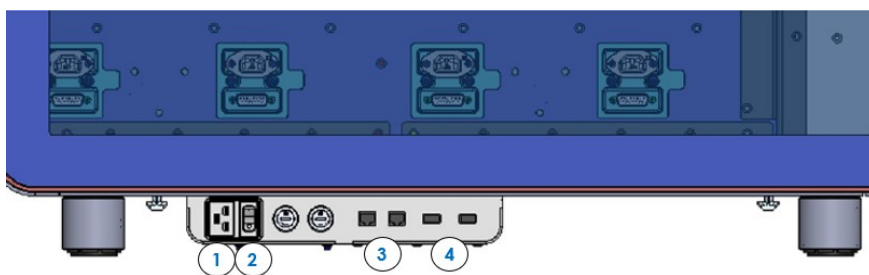

Abbildung 3. Rückwärtige Anschlussleiste des QIAstat-Dx Rise.
1. Stellen Sie zunächst sicher, dass der Netzschalter an der seitlichen Anschlussleiste des Geräts in der Position I steht (Abbildung 3). Drücken Sie die **EIN/AUS**-Taste an der Vorderseite des QIAstat-Dx Rise, um das Gerät zu starten (Abbildung 5).